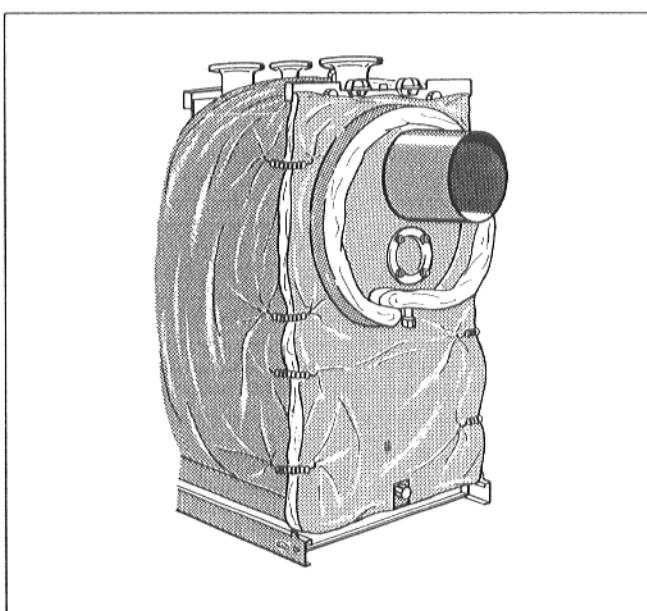

Рис. 10
- Наложить теплоизолирующие маты на заднюю стенку котла и прикрепить их к теплоизолирующему матам, расположенным по периметру котла, использовав по 8 натяжных пружин (Рис. 10).
- Уложить теплоизолирующие ленты вокруг газосборника отходящего газа и закрепить их внахлестку посредством одной натяжной пружины (Рис. 10).